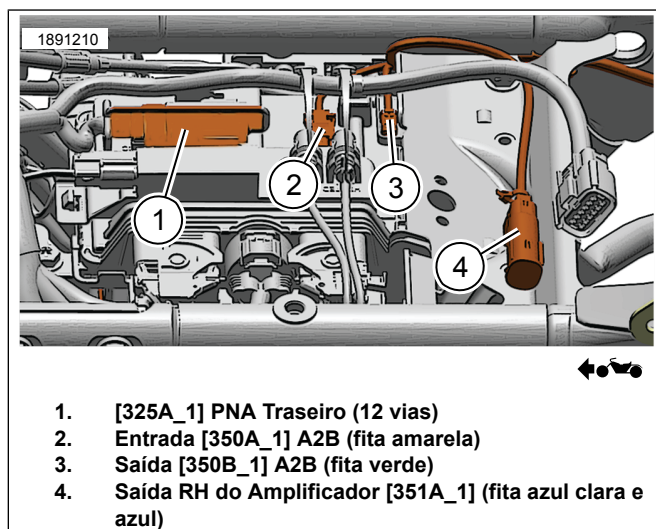

Figura 7. Vista Superior do Encaminhamento do Chicote Externo por Baixo do Banco
- Figura 7 Ligue o conector externo do chicote do alforje do lado esquerdo [351B] ao conector do chicote de saída do amplificador do alforje do lado direito [351A] (4) (ambos identificados com fita azul).